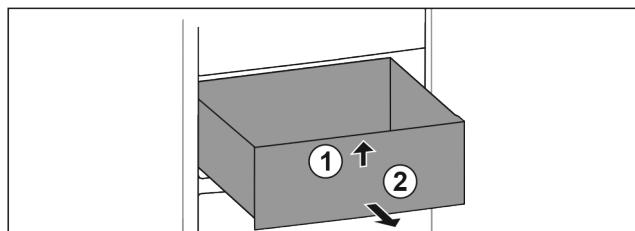

Fig. 66
- ▶ 抬起抽屉前部。Fig. 66 (1)
- ▶ 朝前取出抽屉。Fig. 66 (2)